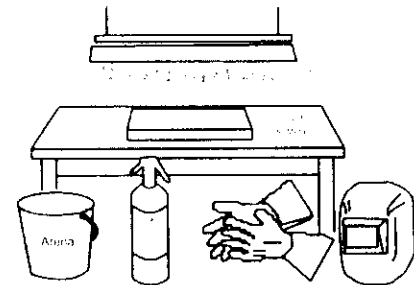

Figura 5. Área de Trabajo
- Preparar un área bien organizada e iluminada (ver la Figura 5).
muestra en la Figura 5. El ángulo del bisel debe ser de aproximadamente 60 grados.